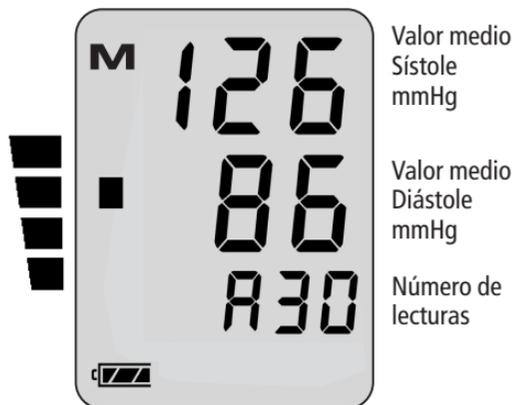

Figura 8
- ➔ Con el aparato apagado, puede obtener el valor medio de 30 medidas almacenadas simplemente presionando brevemente "M". Aparece valor medio de todas las medidas almacenadas (sistólicas y diastólicas). En la pantalla de "Pulse" se encenderá el número de las tomas grabadas (véase figura 8).
En el borde izquierdo de la pantalla aparece un cuadrado oscuro (véase figura 8) a la altura correspondiente al valor medio de la tensión arterial. Si utiliza la escala de clasificación adjunta (véase figura 9), podrá determinar el área en la que se encuentra su tensión arterial según los criterios de la OMS (véase página 145).